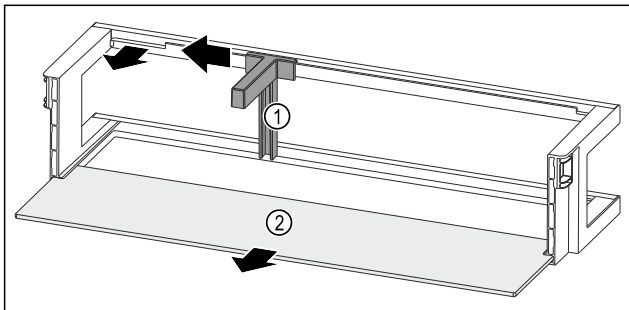

Fig. 153 Türabsteller mit Flaschenhalter und Abstellfläche
- ▶ Flaschenhalter Fig. 153 (1) bis zur Aussparung zur Seite schieben.
- ▶ Flaschenhalter Fig. 153 (1) entnehmen.
- ▶ Abstellfläche Fig. 153 (2) entnehmen.